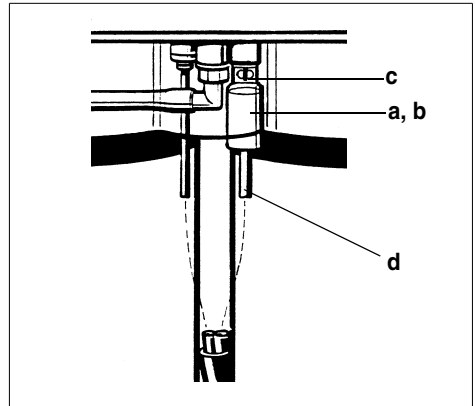

Abb. 10: Zur Reinigung demontieren
- Einen kräftigen Strahl Wasser von oben nach unten durch das Ansaugsieb (a) fließen lassen (siehe Abb. 10).